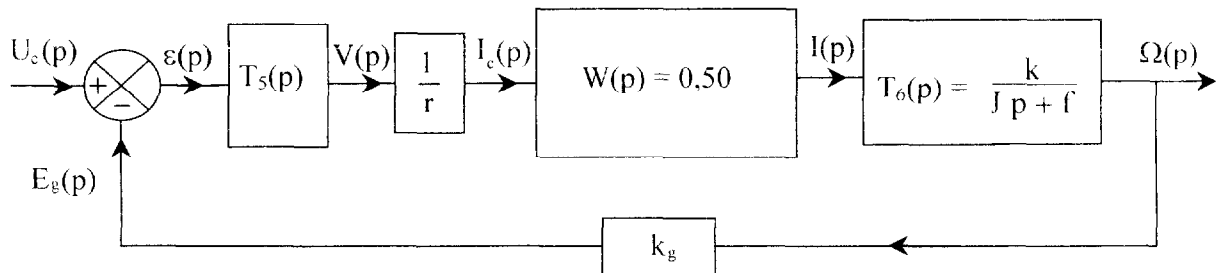
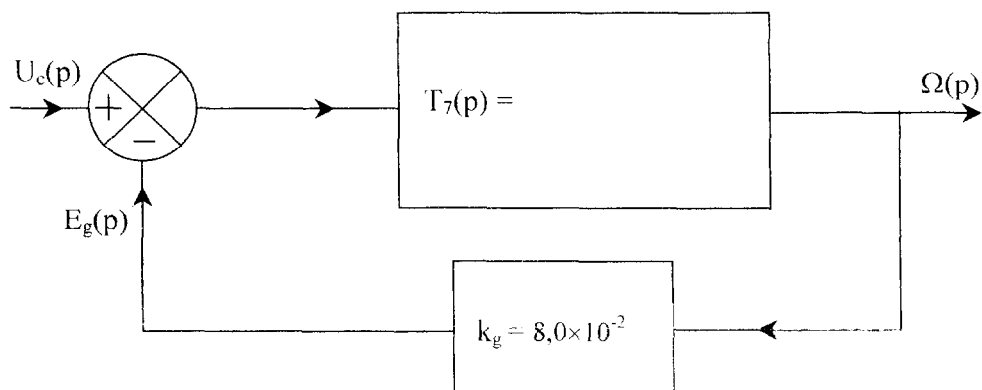

Figure 7
Figure 8
Le système peut donc se décrire à l'aide du schéma fonctionnel de la figure 7 dans lequel  $T_5(p)$  est la transmittance d'un correcteur,  $r = 0,25 \Omega$  est la résistance d'exploration du courant  $i(t)$  traversant le moteur,  $k_g$  la constante de force électromotrice de la génératrice tachymétrique avec  $k_g = 8,0 \times 10^{-2} \text{ V.s.rad}^{-1}$  et  $T_6(p) = \frac{\Omega(p)}{I(p)}$ .
**3.2.2.** En utilisant le résultat de la question 3.1.2. et l'expression de  $T_5(p)$ , réduire le schéma fonctionnel de la figure 7 à celui de la figure 8. Calculer **numériquement**  $T_7(p)$ .